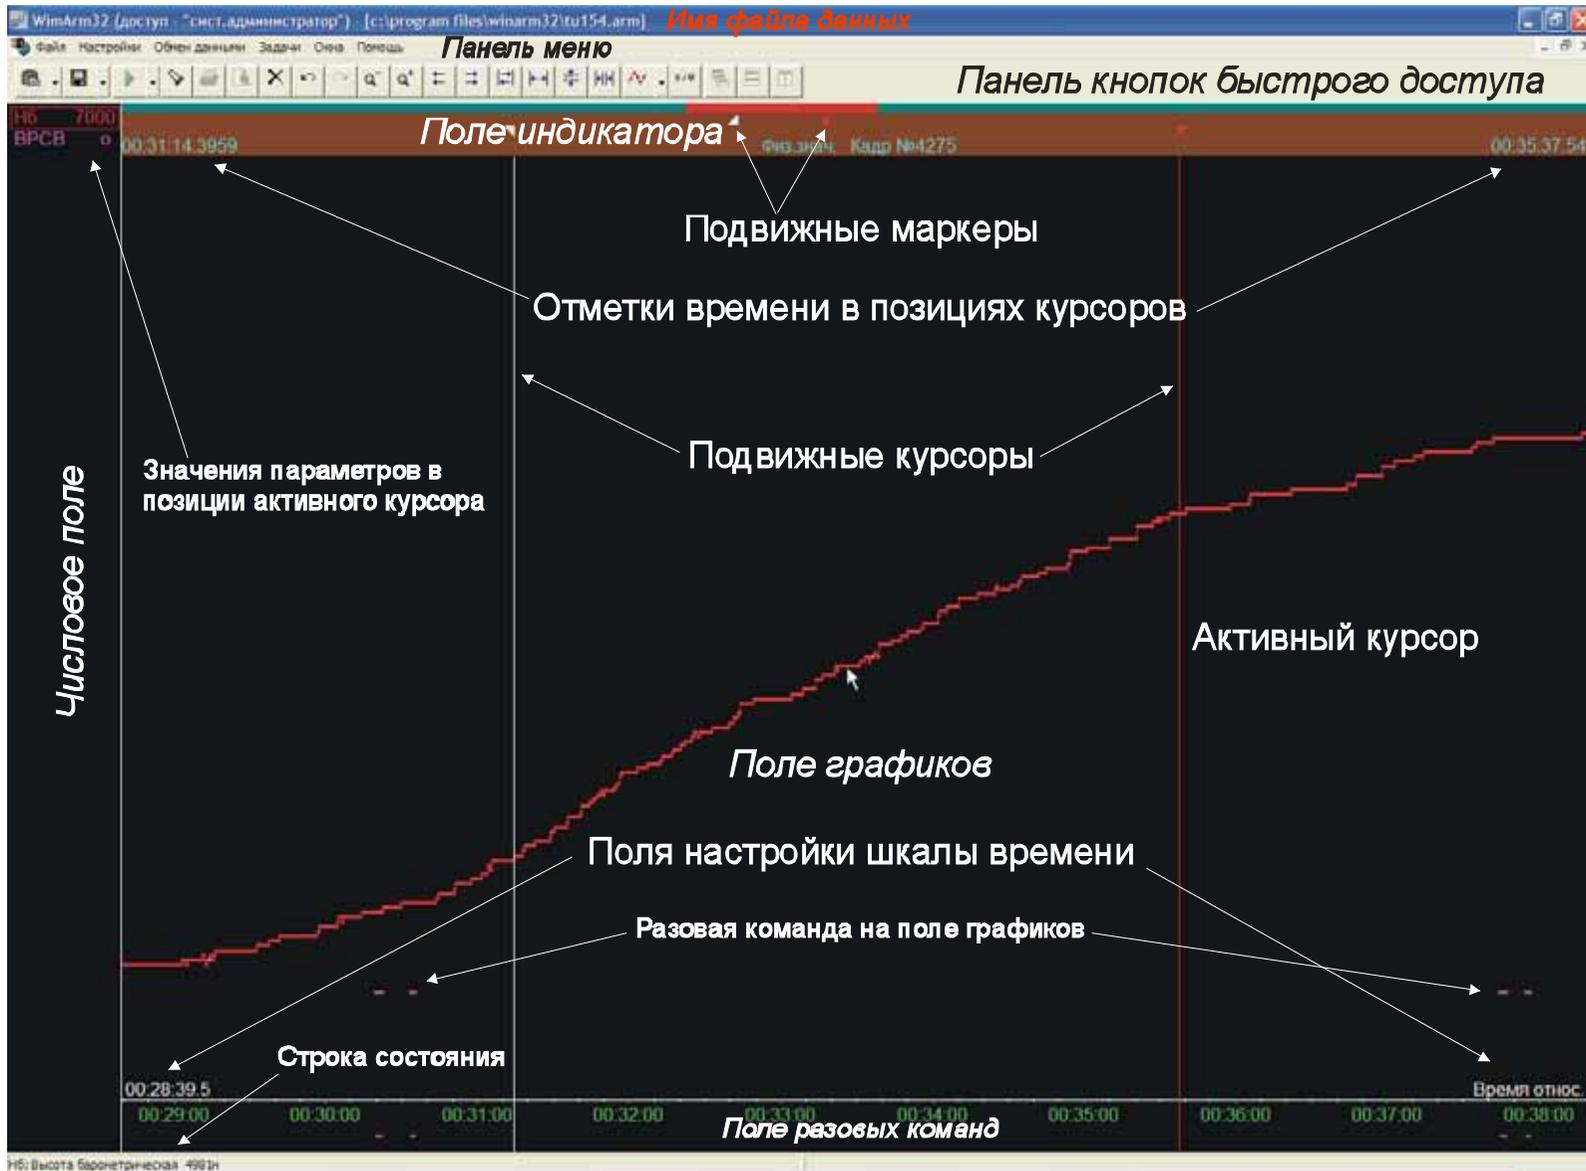

Рисунок 10.1
**Активный параметр** – параметр, с которым программа будет осуществлять дальнейшие действия (перемещение, изменение масштаба и т.д.). В окне режима «**График для анализа**» активный параметр обозначается рамкой вокруг его идентификатора на числовом поле (Рисунок 10.1). Рамка сплошная, если на экран выведены все опросы данного параметра; при выводе с разряжением – рамка становится пунктирной. В окне режима «**График для печати**» информация о текущем активном параметре содержится в строке состояния (Рисунок 10.2).
**Активный курсор** – один из двух курсоров (Рисунок 10.1), в позиции которого считываются текущие значения параметров и производятся различные операции вставки и удаления. Активным